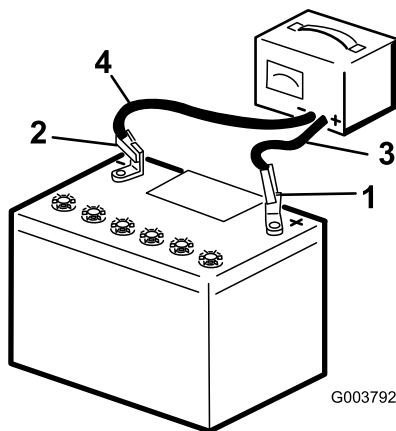

Bild 100
5. Schließen Sie das Pluskabel des Batterieladegeräts an den Pluspol der Batterie an (Bild 100).
6. Schließen Sie das Minuskabel des Batterieladegeräts an den Minuspol der Batterie an (Bild 100).
8. Schließen Sie das Ladegerät von der Stromquelle ab, wenn die Batterie ganz aufgeladen ist. Klemmen Sie dann die Ladegerätkabel von den Batteriepolen ab (Bild 100).